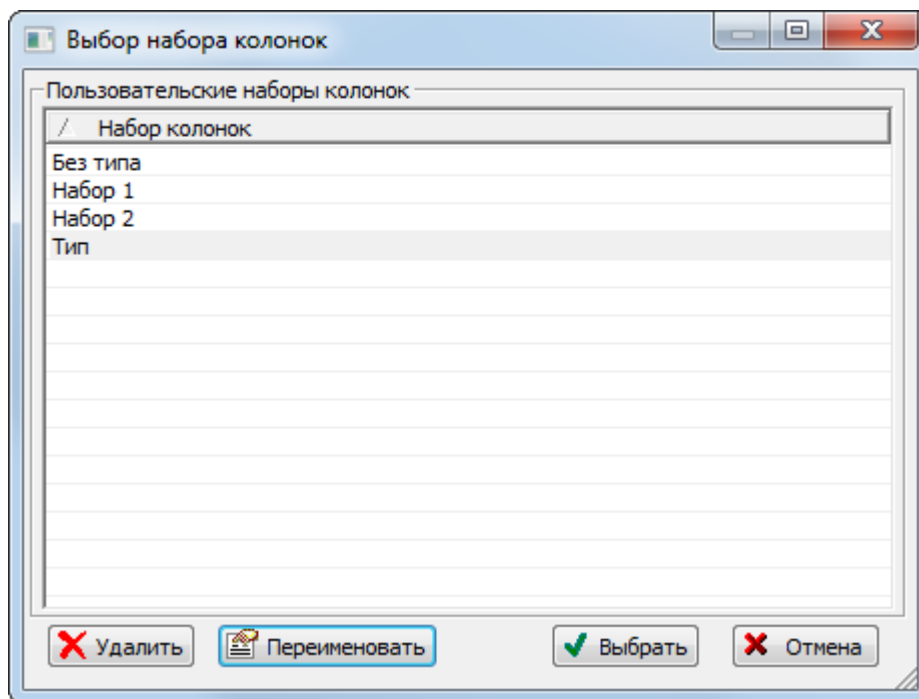

Рис. 5-28 – Окно выбора ранее сохраненных настроек рабочего окна
2) В открывшемся диалоговом окне выбрать ранее сохраненный набор настроек и нажать кнопку «Выбрать» (рис. 5-28).